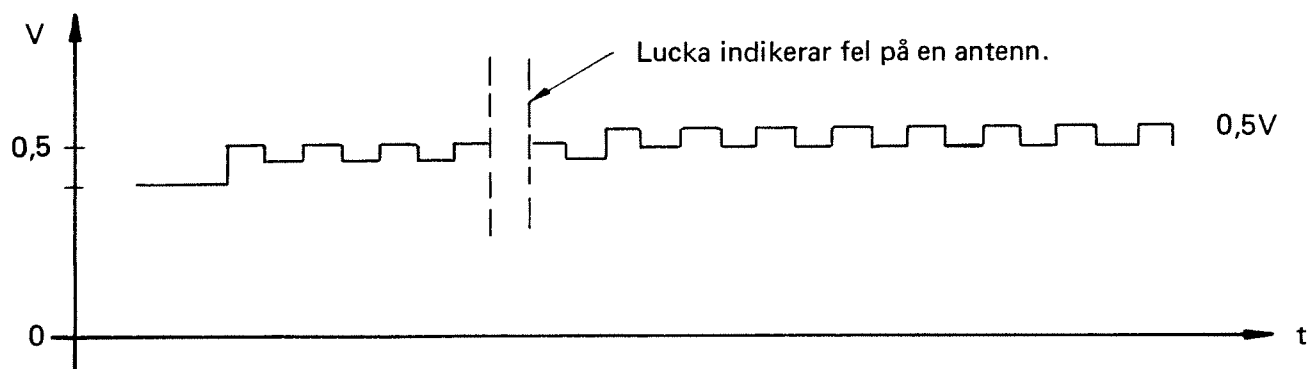

Bild 12
- Om puls från någon antenn saknas, lokalisera felaktig antenn genom att lossa en antenn i taget och kontrollera var på pulståget lucka uppstår, se bild 12. Räkna därefter antalet pulser (antennerna) fram till den felaktiga antennen. Oscilloskopet skall vara inställt för extern trigging samt triggtat från mätpunkten TP 20 på antenndrivenheten.